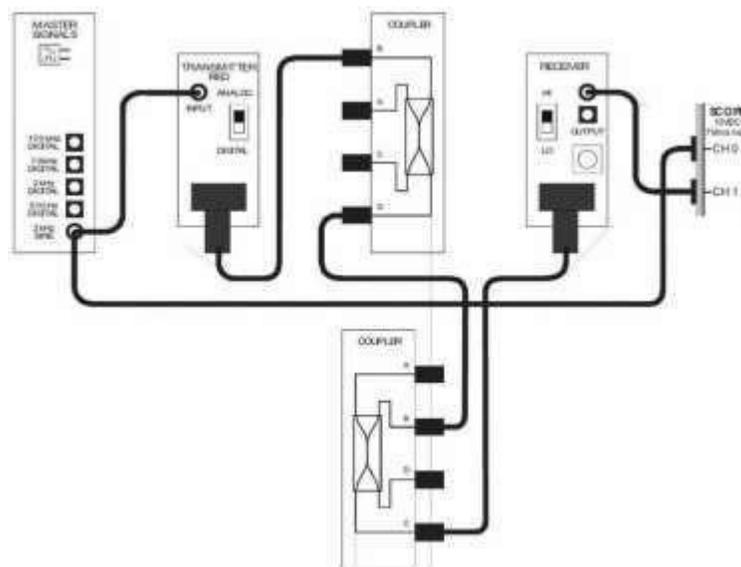

Figura 2.
3. Armar el circuito como se muestra en la Figura 2 con el receptor y el transmisor.